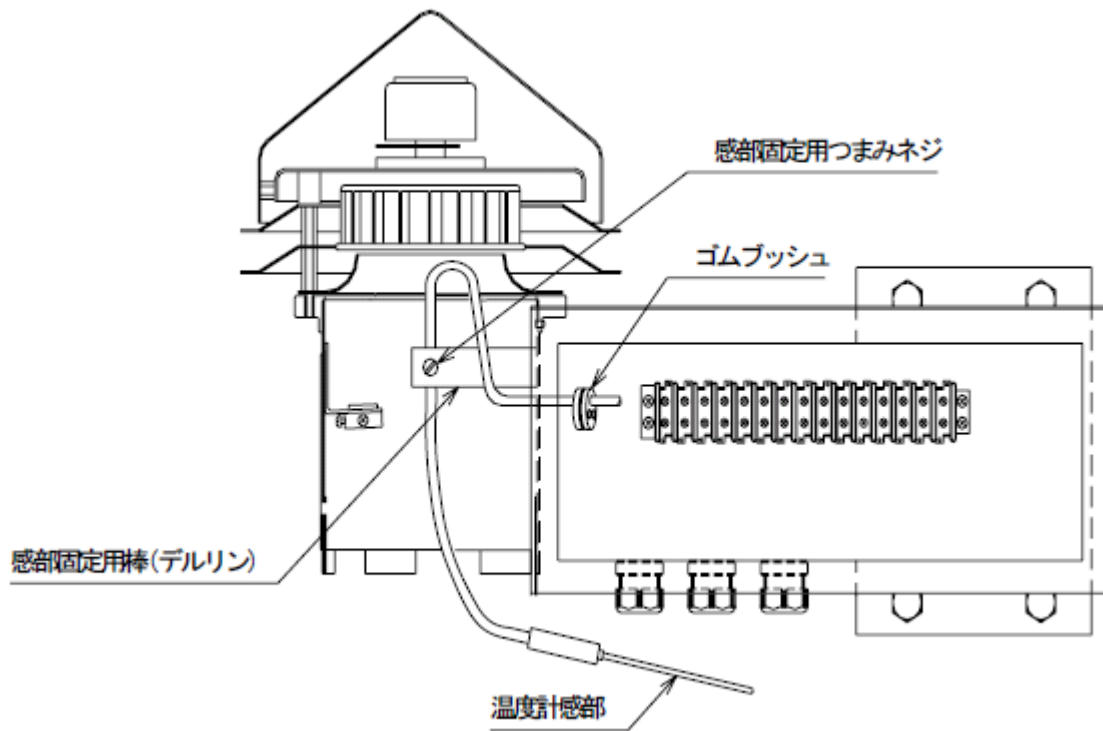

図3 温度計感部の取付け
- (1) 温度計感部のケーブルの先端から図3のように挿入します。
- (2) シロッコファンにケーブルが当たらないように十分に注意して下さい。
- (3) ゴムブッシュを外して、穴にケーブルを通して下さい。